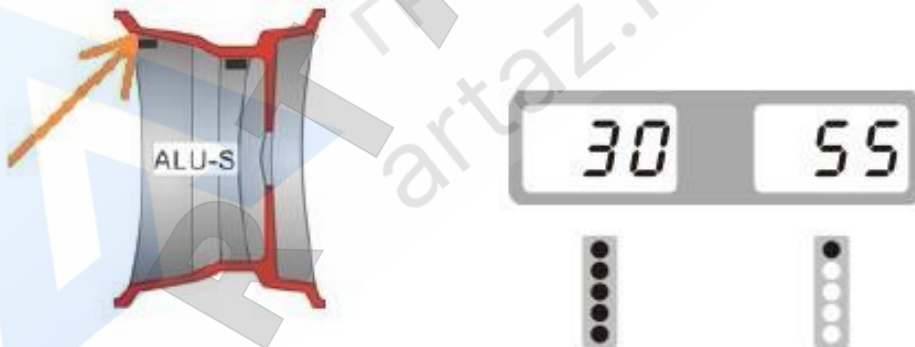

Рис. 11.
4.3.6. Медленно вращайте колесо против часовой стрелки. Когда полностью загорятся светодиоды левого индикатора - это будет указывать на корректное угловое положение для установки противовесов с внутренней стороны в положении на 12 часов (при 9H=OFF) или на 9 часов (при 9H=ON). Закрепите противовес так, как показано на рис.11.